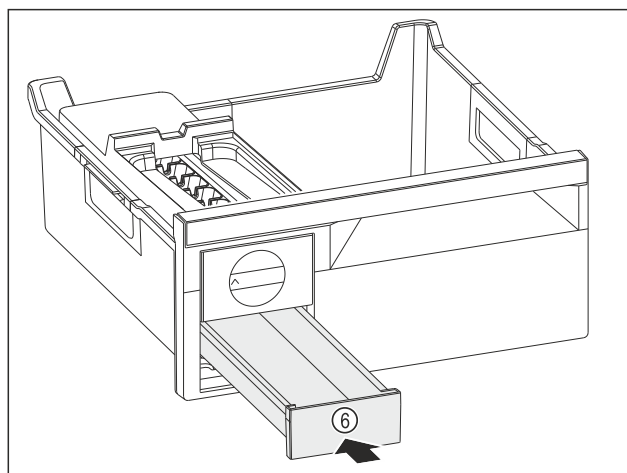

Fig. 92
- Eiswürfelschubfach Fig. 92 (6) einschieben.